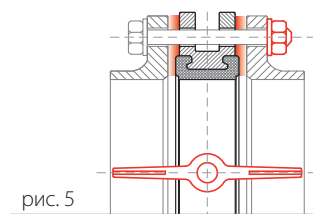

рис. 5
12. Отцентрируйте поворотный затвор и слегка закрутите болты (шпильки), но не затягивайте их. Откройте диск поворотного затвора до положения «полностью открыто» (рис. 5).